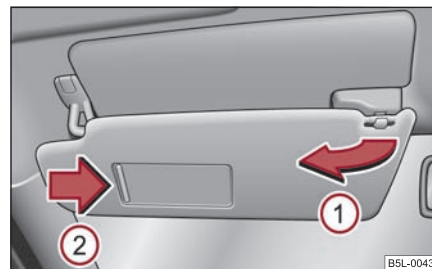

Fig. 68 Parasol: girar
La visera parasol para el conductor o acompañante se puede extraer de la fijación y girarla hacia la puerta en sentido de la flecha (1) ⇒ página 69, fig. 68.